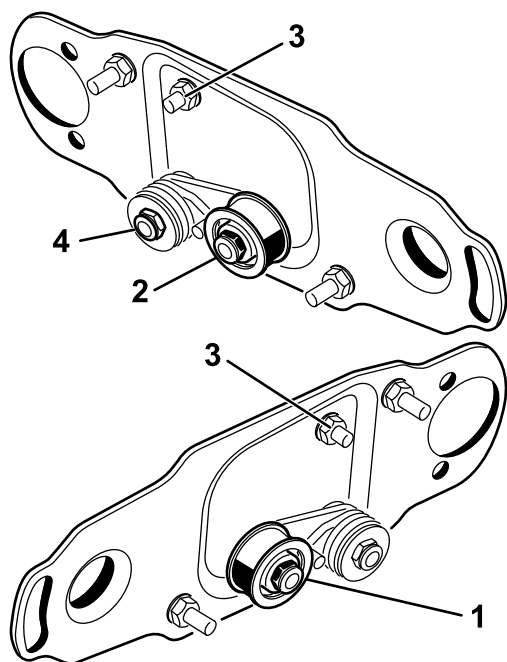

Figura 2
En las unidades de corte delantera izquierda y trasera izquierda, invierta el conjunto de la polea tensora para montarlo en el **extremo derecho** de la unidad de corte (Figura 2), como se indica a continuación:
1. Retire el conjunto de la polea tensora del extremo izquierdo de la unidad de corte y móntelo en el taladro inferior de la placa del cepillo en el extremo derecho de la unidad de corte (Figura 2).
2. Retire el perno de cuello cuadrado y la tuerca y colóquelos en el taladro superior donde estaba el conjunto de la polea tensora (Figura 2).